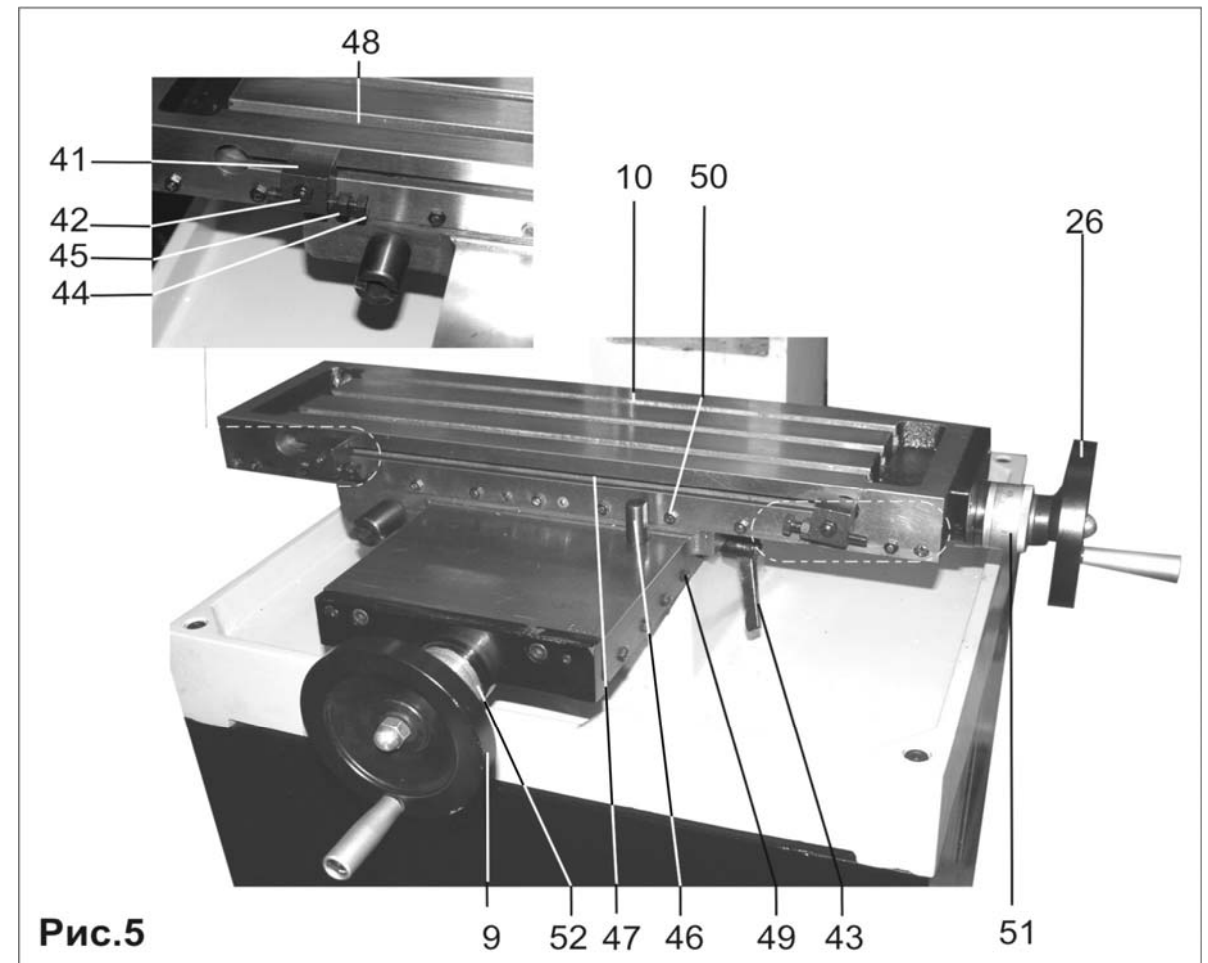

Рис.5
9.1. Регулировки рабочего стола (Рис.5)
10.1.3. Подача рабочего стола (10) производится вращением маховиков продольной и поперечной подачи (26) и (9), соответственно, и контролируется по шкале нониуса продольной подачи (51) и по шкале нониуса поперечной подачи (52), Рис.5.
10.1.4. Устанавливать и закреплять заготовку на рабочем столе (10), Рис.5, следует при помощи зажимов, адаптеров или тисков.
10.1.7. В процессе шлифования и горизонтально фрезерования (горизонтальное положение шпинделя) поперечная подача недопустима, поэтому настоятельно рекомендуем фиксировать поперечное положение рабочего стола (10) ручкой фиксации (43), Рис.5.
Контроль подачи рабочего стола (10) производится по нониусу продольной подачи (51) и нониусу поперечной подачи (52), Рис.5.